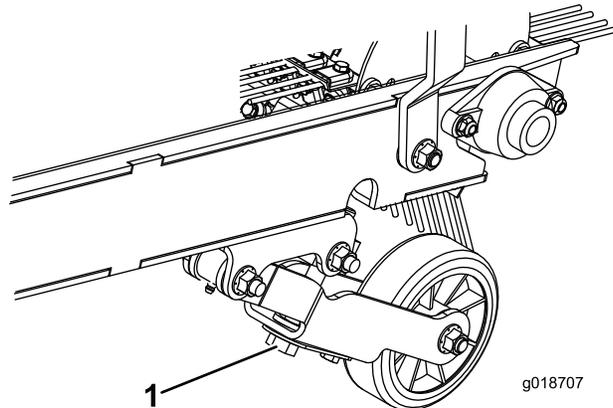

図 10
2. レーキが芝草の上部にわずかに接触するように、深さ調整ボルトを回転させて調整する。ブルームの場合には、レーキの場合よりも少しだけ深い調整ブラシの先端がターフにややはっきりと接触する程度に調整する。具体的には、ブルームを回転させたときにブルームを横から見て、ブルームとターフとの接触幅が25mm程度になっているようにする **図 10**。